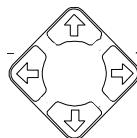

Рис. 22. Навигационные кнопки
- Точную установку позиций можно произвести навигационными кнопками на пульте ДУ (см. рис. 22, при этом будет производиться плавное перемещение в нужную точку изображения)¹.